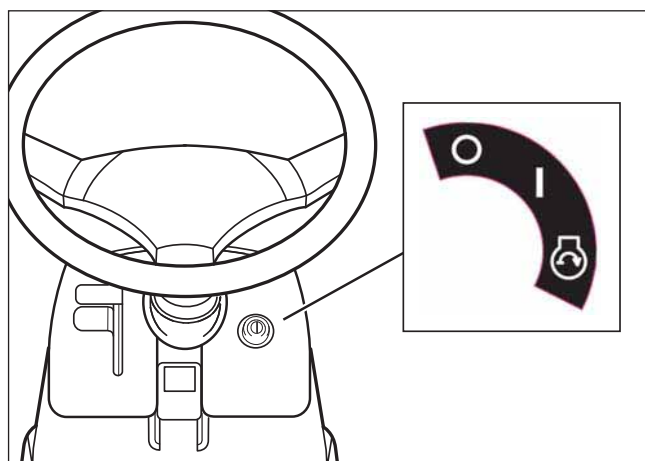

Figura 18
6. Rode a chave da ignição para a posição DESLIGADO para parar o motor (consulte a Figura 18).
1. Rode o interruptor da ignição para a posição LIGADO para arrancar o motor (consulte a **Figura 18**).
5. Rode a chave da ignição para a posição ARRANCAR (consulte a Figura 18).